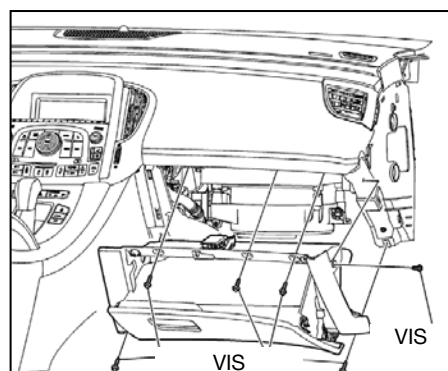

Fig. 19
3. Retirez les vis de fixation de la boîte à gants puis retirez la boîte à gants (voir Fig. 19).